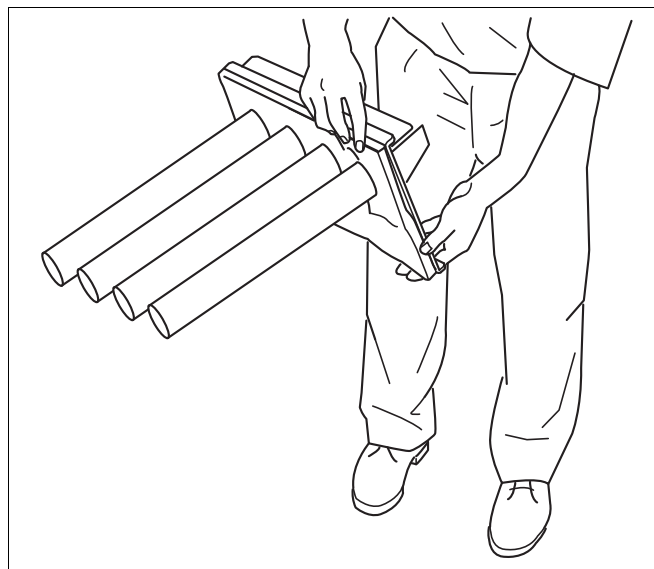

Рис. 42 Опрокидывание горелки
- Остатки воды удалите, опрокинув горелку (Рис. 42).